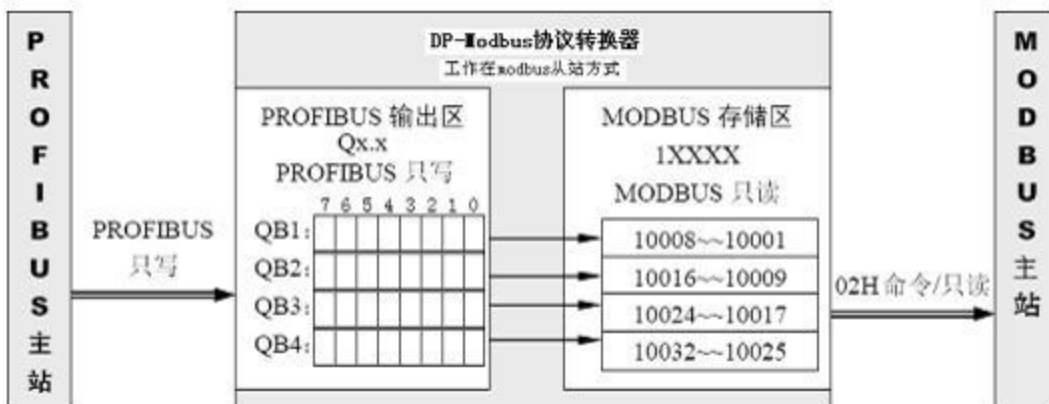

图3-10
- b. 说明在 4#槽中插入 “Output: 32 bits (1xxxx)” — 建立 MODBUS 离散量输入 1XXXX 与 PROFIBUS 输出的联系选中 4#槽，然后双击 “Output:32 bits (1xxxx)” 。4#槽中插入 “32D0 Output:32 bits (1xxxx) QB1..QB4”。本 MODBUS 模块建立了 PROFIBUS Q1.0-Q4.7(该地址由 PROFIBUS 主站自动分配,共 4× 8=32BITS)与 MODBUS 离散量输入 10001-10032 的对应关系，即：PROFIBUS 的输出数据 Q1.0-Q4.7 可以写到 (DP-Modbus 协议转换器作为 modbus 从站时内部的) MODBUS 离散量输入区 10001-10032，见图 3-10 所示。